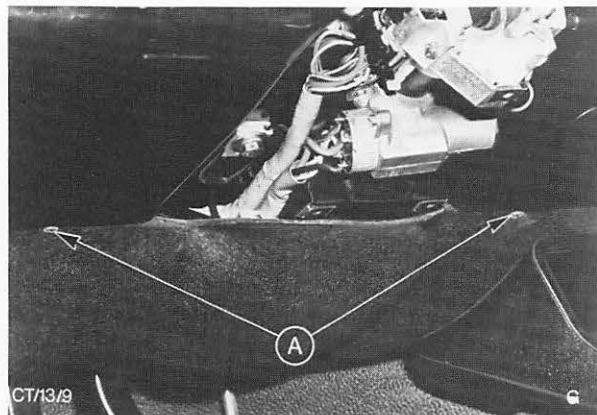

Abb. 3 Befestigungsschrauben A (untere Abdämmung der Instrumententafel)
4. Untere Abdämmung der Instrumententafel abschrauben und im Fußraum hängen lassen. Abb. 3.